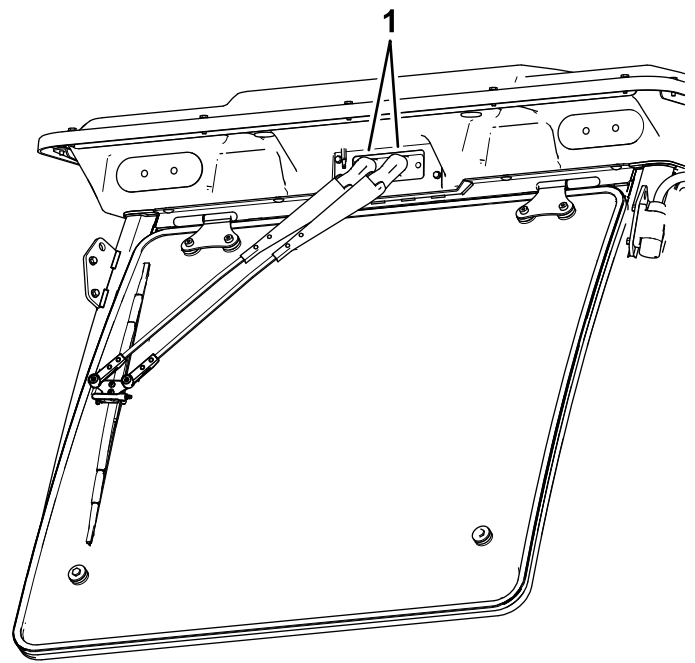

図 83
1. ワイパーアーム上部のキャップを開ける **図 83**。